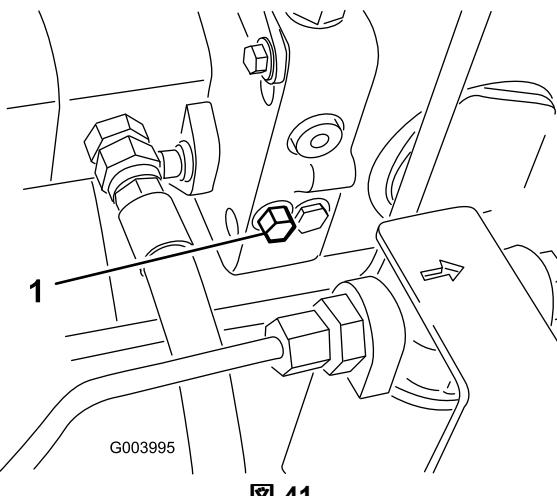

図 41
- バイパスバルブを右または左11.5回転させると内部でバイパスが形成される図 41。